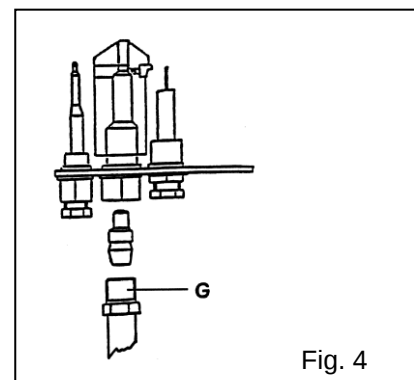

Fig. 4
5.1.1 Veilleuse (Fig. 4)
5.3.1 Veilleuse (Fig. 4)